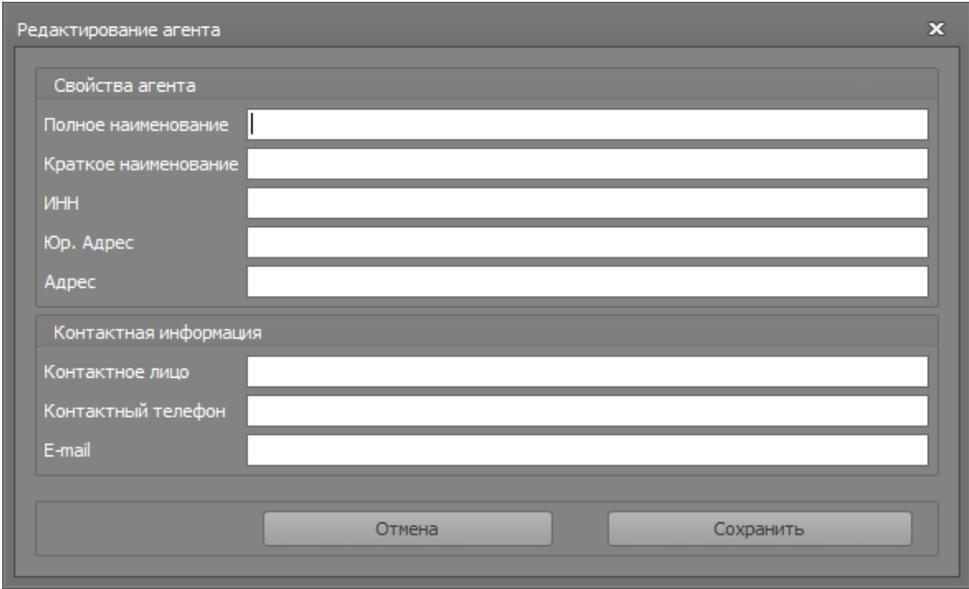

Рисунок 31
- В открывшемся диалоговом окне – **Редактирование агента (рис.31)**